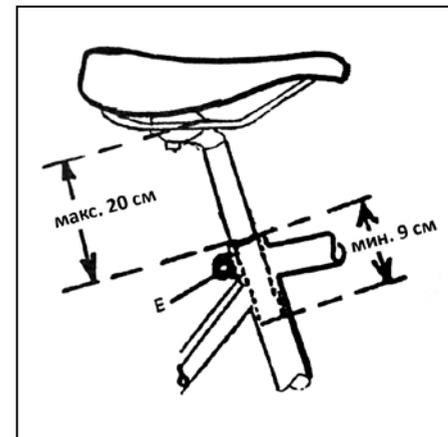

Рис. 14
- Вверх и вниз: посредством подседельного хомута на раме (E) (рис. 14)